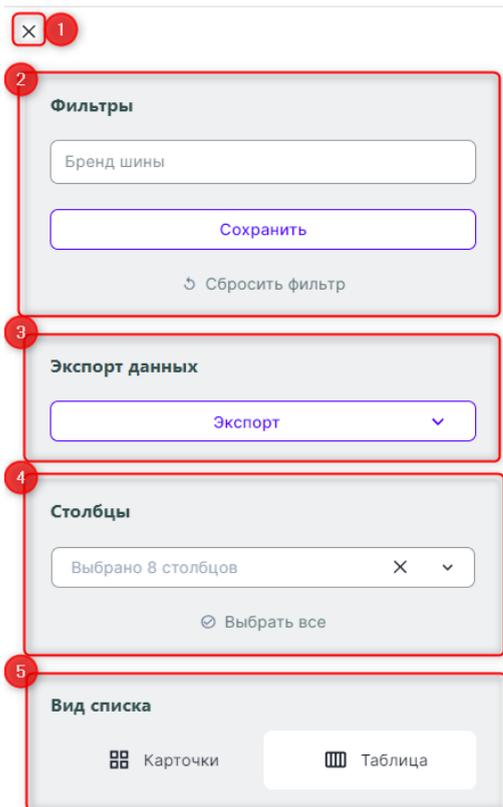

Рис. 13. Дополнительные параметры списка
- 7 - кнопка настроек. При нажатии Система отобразит форму с дополнительными параметрами списка, рис. 13;